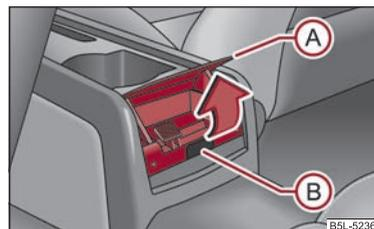

Fig. 85 Consolle centrale bassa: posacenere posteriore
- Afferrare il coperchio del posacenere dal bordo inferiore (A) e aprirlo in direzione della freccia ⇒ fig. 85.